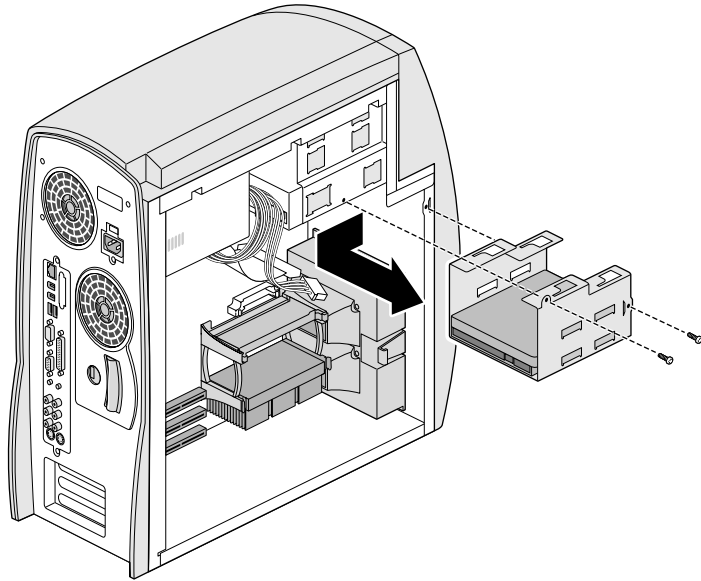

Figure 4-11 Retrait du support du disque dur interne
5. Désinstallez le support du disque du système, comme indiqué à la Figure 4-11.